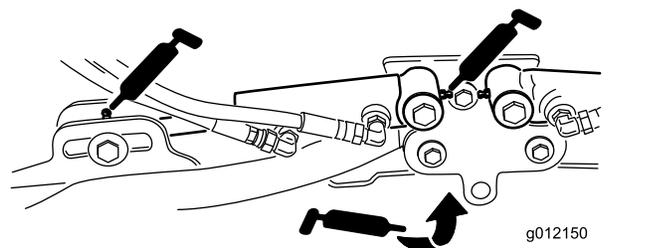

Рисунок 73
- Цилиндры подъемных рычагов режущего блока (по 2 шт.) (Рисунок 73).
- Оси поворота подъемного рычага (по 1 шт.) (Рисунок 73)